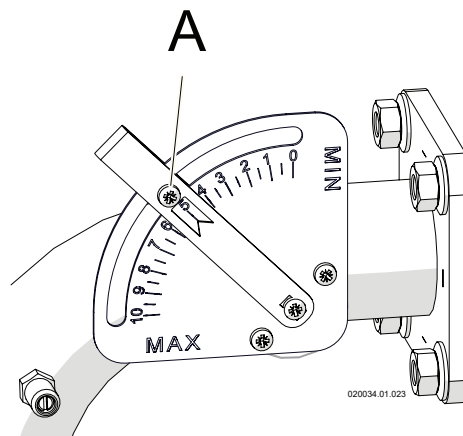

Figura 6-8 - Regolatore CO2 alla massima potenza
- 8.- se il valore misurato si discosta dal valore letto, occorre riportarlo all'interno del valore dato nella tabella di Figura 6-5. Operare sul regolatore di CO2 alla potenza massima ("A" di Figura 6-8).
- 9.- una volta terminato il controllo sigillare con vernice rossa o sistema equivalente la vite "A" del regolatore CO2 (Figura 6-8) per scoraggiarne la manomissione;